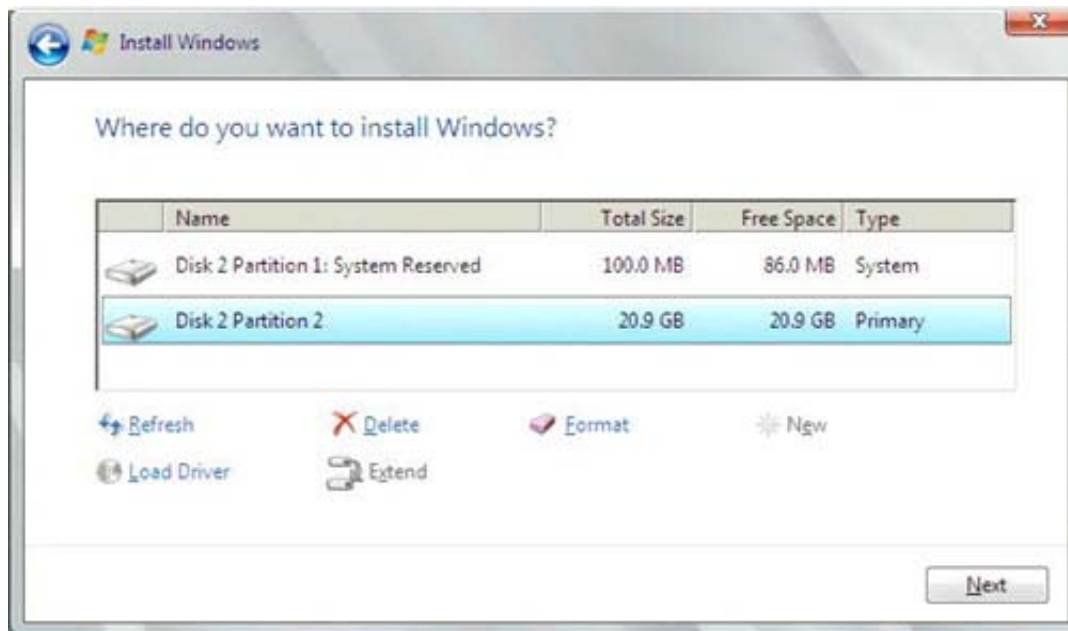

Figura 14-13. Seleção da partição de disco de instalação
3. Selecione o LUN de inicialização a ser instalado (Figura 14-13).
O iniciador de inicialização deverá ser configurado para apontar para o LUN de instalação desejado e esse iniciador precisa ter se conectado com sucesso e determinado a prontidão do LUN antes de iniciar a instalação. Se esses requisitos não forem atendidos, os dispositivos ainda serão mostrados na lista de unidades mostrada na Figura 14-13, mas erros de leitura/gravação ocorrerão ao continuar com a instalação.